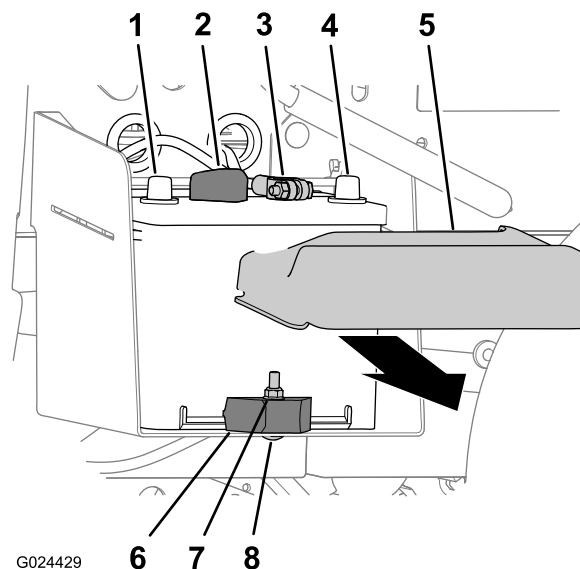

図 47
1. バッテリーカバーを両側からを押すようにしてバッテリー上部からカバーを外す (図 47)。
2. バッテリーのプラス端子からバッテリーケーブルを外す (図 47)。
3. バッテリーのマイナス端子からバッテリーケーブルを外す (図 47)。
2. バッテリーをバッテリートレイに固定しているロックナット、キャリッジボルト、バッテリークランプを外す (図 47)。
3. バッテリートレイからバッテリーを取り出す (図 47)。
1. バッテリートレイにバッテリー載せる 図 47。
注 バッテリーのプラス端子とマイナス端子が 図 47 のように整列するように取り付けること。
2. バッテリークランプ、キャリッジボルト、ロックナットを使って、バッテリーをバッテリートレイに固定する 図 47。
1. バッテリーケーブルプラスをバッテリーのプラス端子に接続する 図 47。
2. バッテリーケーブルマイナスをバッテリーのマイナス端子に接続する 図 47。
3. バッテリー上部に、バッテリーカバーを取りつける 図 47。